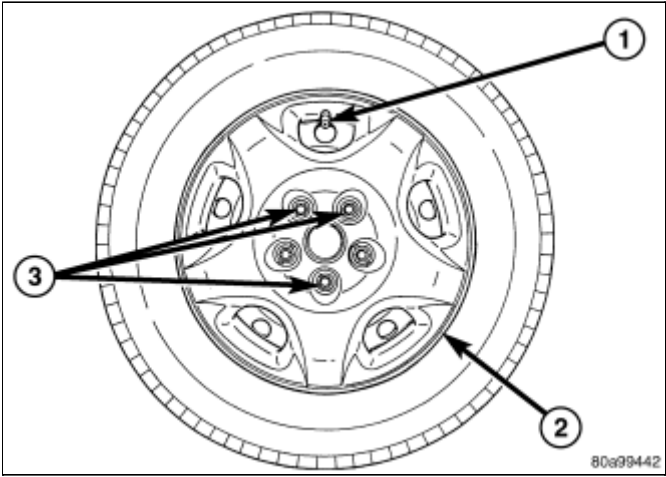

图 4 固定车轮护盖的螺母
2. 安装并轻轻紧固剩余的三个车轮安装螺母, 将车轮护盖固定到位(图 4)。